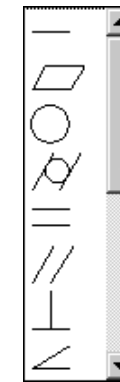

Рис. 4.110. Раскрывающийся список раздела **Знак** диалогового окна **Обозначение допусков**
- щелкните в разделе **Знак** по раскрывающемуся списку (рис. 4.110);